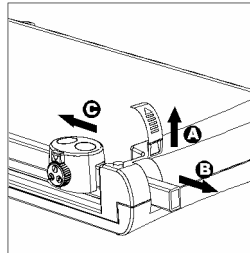

Figura 8
- 1 Retire la cubierta final del riel de guía de la placa base (figura 8, A) retirando la misma hacia arriba.
- 2 Extraiga el riel de guía de la placa base (figura 8, B).
- 3 Retire en esta operación el cortador de rodillos del riel de guía (figura 8, C).